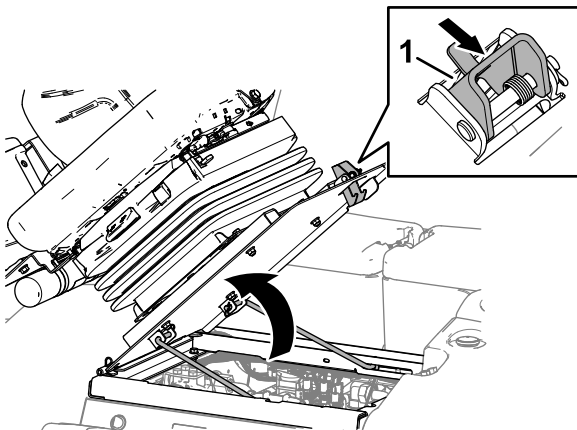

Figura 63
1. Deplasați elementul de fixare a scaunului spre exterior (Figura 63).